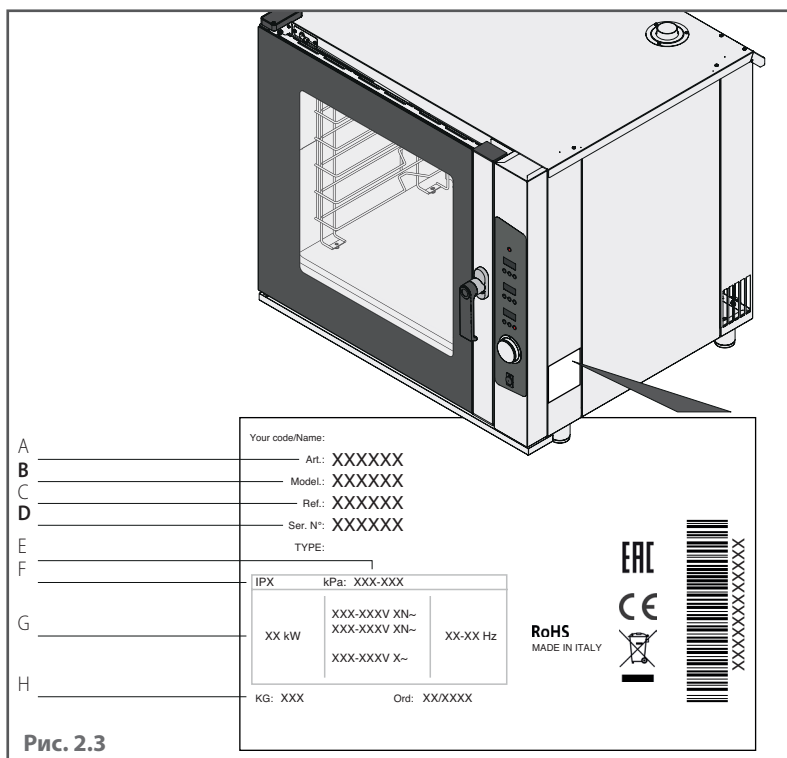

Рис. 2.3
- Перед установкой устройства, следует проверить соответствие систем нормам, действующим в стране использования, а также сведениям, приведенным на паспортной табличке ► Рис. 2.3.
- определить данные устройства на табличке технических данных ► **Рис. 2.3**;
► Рис. 2.3